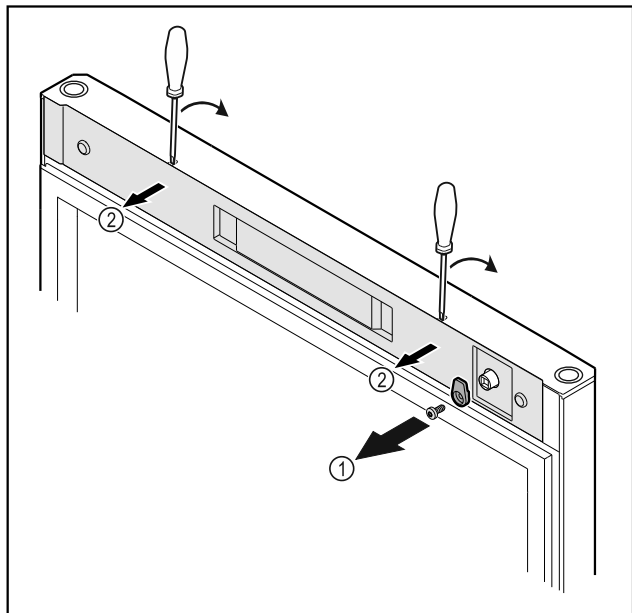

Fig. 10
- ▶ Csavarja le a reteszelő kampót Fig. 10 (1).
- ▶ Pattintsa ki a burkolatot Fig. 10 (2) egy csavarhúzó segítségével, és vegye le.